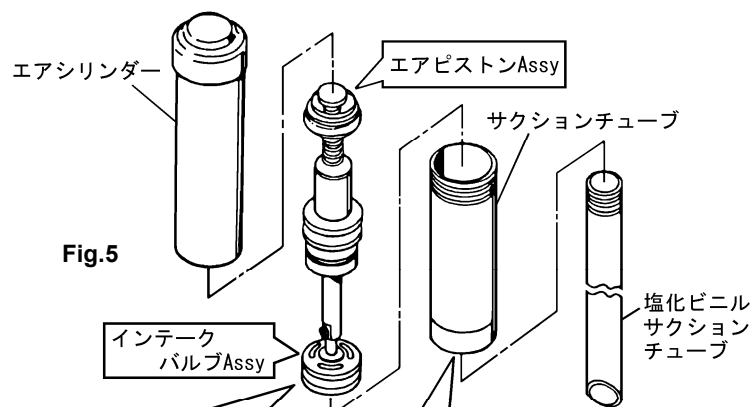

Fig.5
- 5) サクションチューブ及びエアシリンダーを分解しますと、プランジャーに接続したインテークバルブ Assy とエアピストン Assy が取外せます。(Fig.5)